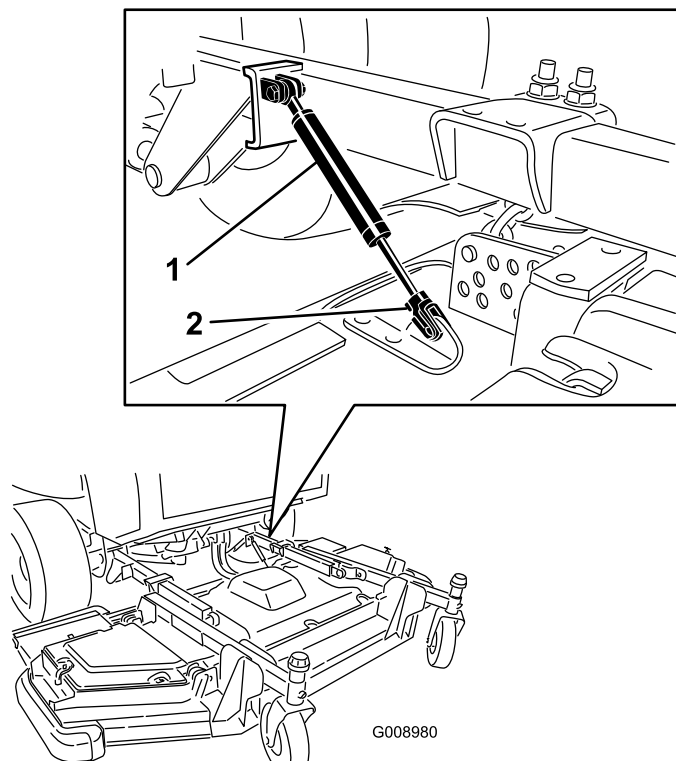

Figura 133
3. Retire o dispositivo de fixação e desligue o conjunto do amortecedor da unidade de corte (Figura 133).